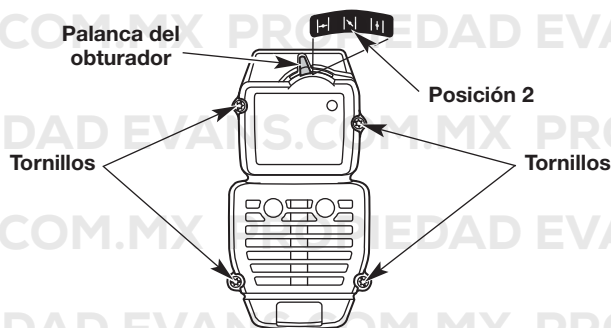

Fig. 22
1. Mueva la palanca del obturador a la **Posición 2** (Fig. 22).
2. Quite los (4) cuatro tornillos que sujetan la tapa del filtro de aire (Fig. 22). Use un destornillador de punta plana o Torx® T20.
2. Inserte los (4) cuatro tornillos en los orificios de la tapa del filtro de aire (Fig. 22). Apriete los tornillos. **No apriete demasiado.**